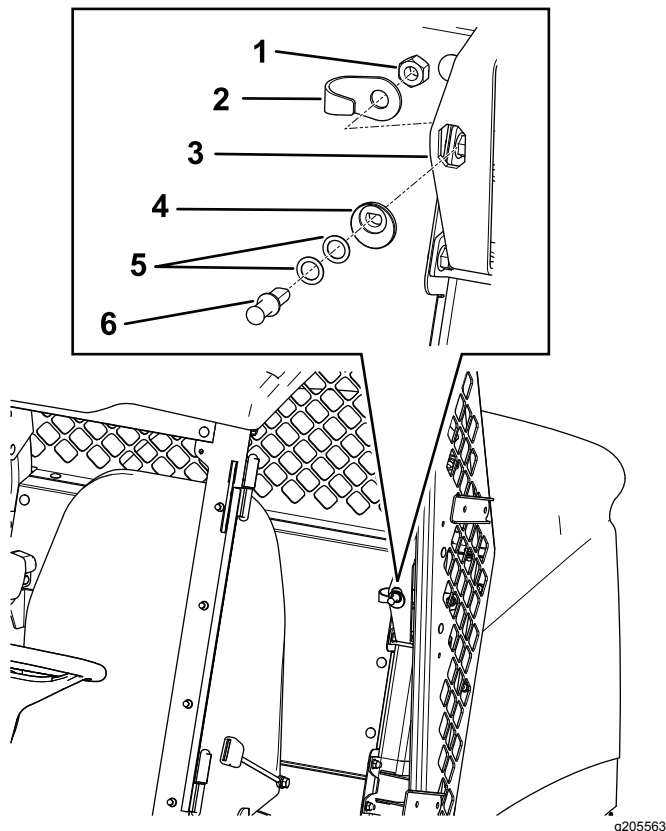

Figura 9
2. Allineate la camma del perno di bloccaggio con l'apertura nella piastra di chiusura nella posizione illustrata nella Figura 9.
3. Inserite il perno di bloccaggio (senza le rondelle inizialmente) nella camma del perno di bloccaggio (Figura 9).
4. Allineate il perno di bloccaggio e il controdado sul lato posteriore dell'apertura nella piastra di chiusura (Figura 9).
5. Serrate il controdado manualmente sul perno di bloccaggio (Figura 9).